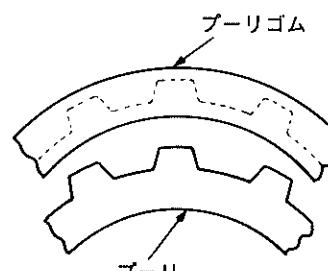

図11
- ①ドライバー等でブーリ用のこ刃受けをはずしてください。
- ②ブーリゴムの外周を手等で外側に引っ張ると外れます。
- ③新品のブーリゴムを円周方向に広げ、ブーリの凸凹に順次はめこんでください。(図11)
- ④はめこんだらブーリを手で回し、凸凹に入り込んでいる事を確認してください。※ブーリゴムに油等が付着しましたら、必ず拭き取ってください。
- ⑤ブーリ用のこ刃受けを取り付けてください。